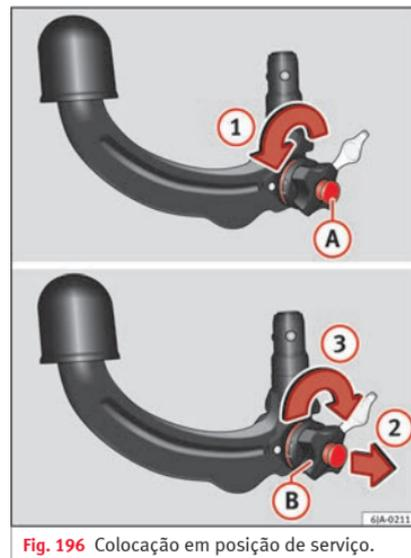

Fig. 196 Colocação em posição de serviço.
- Rode a chave (A) no sentido da seta 1 até ao limite » Fig. 196.
- Com a mão direita retire a roda manual (B) para fora no sentido da seta 2 e rode-a no sentido da seta 3 até ao limite.